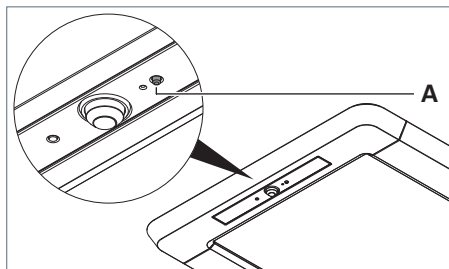
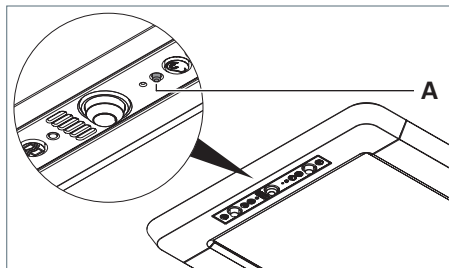

Fig. 24: Effectuer une réinitialisation, modèle R.
Fig. 25: Effectuer une réinitialisation, modèle RX.
- Appuyez sur la touche **A**, maintenez-la enfoncée et rebranchez le luminaire à l'alimentation électrique, voir Fig. 24 et voir Fig. 25.